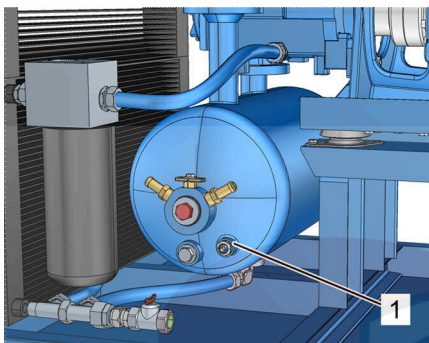

Рис. 33: Проверка уровня охлаждающей жидкости через смотровое отверстие
7. Проверьте уровень охлаждающей жидкости через смотровое отверстие (Рис. 33/1) и при необходимости долейте охлаждающую жидкость, как описано в Глава 8.4.2 «Проверка уровня охлаждающей жидкости / доливка охлаждающей жидкости» на странице 102.